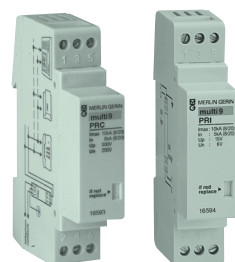

Fig. 6.11 - Limitadores para líneas telefónicas.
- Limitadores de sobretensiones para líneas telefónicas analógicas. Estos limitadores de carril DIN pueden ser paralelos, en cuyo caso se montarían en paralelo a la instalación, o serie, en cuyo caso se montarían en serie (**fig. 6.11**).